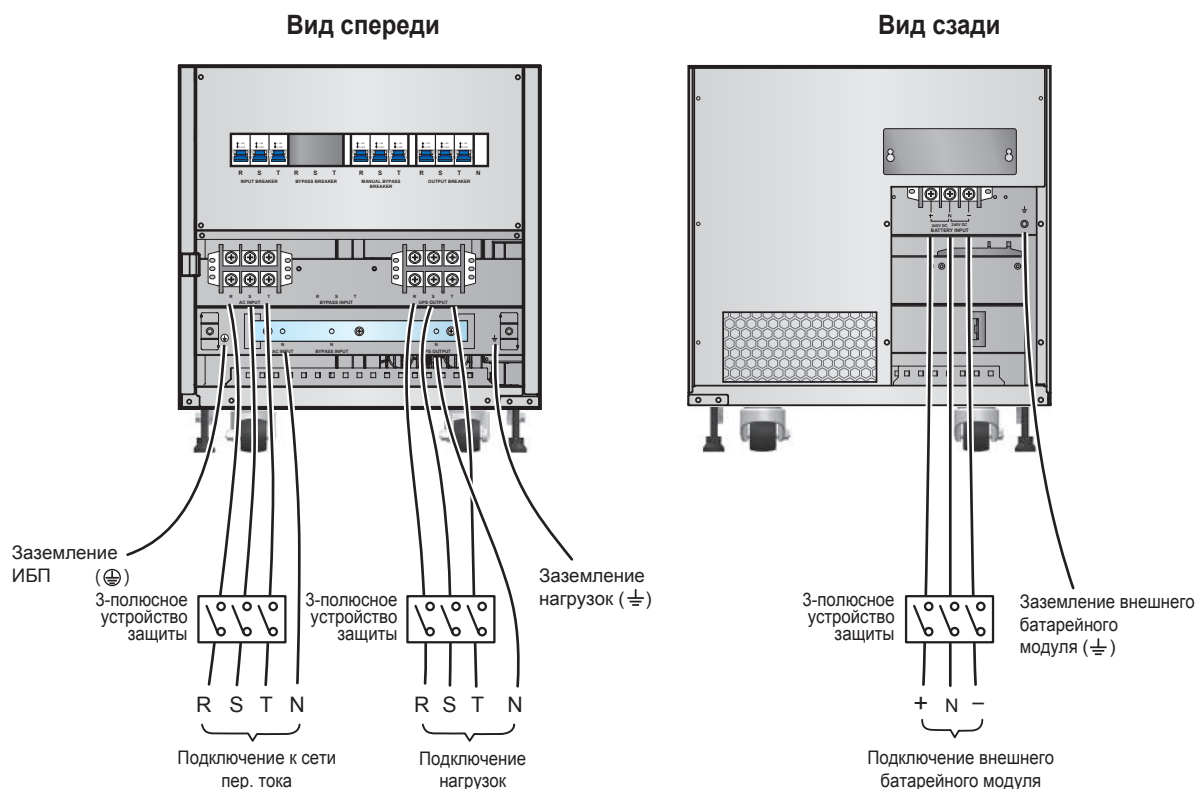

Рис. 6-9. Схема подключения одиночного ИБП 60 кВА в конфигурации с одним входом
- На сетевом вводе ИБП следует установить автоматический выключатель и контактор, сертифицированные на соответствие стандартам электробезопасности (см. таблицу ниже). Номинальный ток контактора должен быть не меньше номинального тока выключателя, указанного в таблице. Напряжение на катушку управления контактора подаётся из сети. Схемы подключения аппаратов защиты показаны на **Рис. 6-9~6-14**.
1. На **Рис. 6-9~6-14** показано подключение к электросети типа TN. Между ИБП и электросетью переменного тока установлено трехполюсное устройство защиты. При подключении к электросети типа TT установите четырехполюсное устройство защиты.
6 Подключите кабели электросети переменного тока, нагрузок и внешнего батарейного модуля к соответствующим зажимам ИБП (см. **Рис. 6-9~6-11**).
1. На **Рис. 6-9~6-11** показано подключение к электросети типа TN. Между ИБП и электросетью переменного тока установлено трехполюсное устройство защиты. При подключении к электросети типа TT установите четырехполюсное устройство защиты.
- 2 Подключите кабели электросети переменного тока, нагрузок и внешнего батарейного модуля к соответствующим зажимам ИБП (см. **Рис. 6-9~6-11, 6-15**).